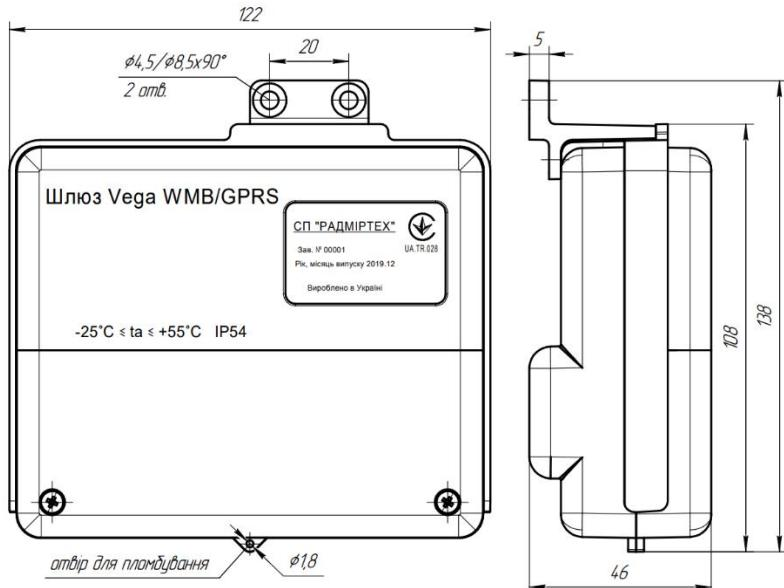

Рисунок 2 - Зовнішній вигляд та габаритні розміри шлюза Vega WMB/GPRS
– встановити кришку батарейного відсіку поз.2 шлюза Vega WMB/GPRS, закрутити гвинти та опломбувати через отвір для пломбування (див. рисунок 2). Пломбування шлюза Vega проводить організація, що обслуговує та здійснює нагляд за експлуатацією шлюза Vega;
– встановити та закріпити гвинтами (див. рисунок 2) шлюз Vega WMB/GPRS на місці експлуатації;
- встановити кришку батарейного відсіку (див. рисунок 2 поз.2) шлюза Vega, закрутити гвинти та опломбувати;